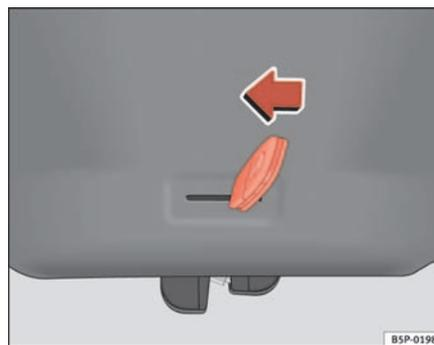

Fig. 69 Portón trasero: apertura de emergencia
- Introduzca el espadín de la llave en la ranura y desbloquee el sistema de cierre, dirigiendo la llave de derecha a izquierda, tal como indica la flecha ⇒ fig. 69. ■